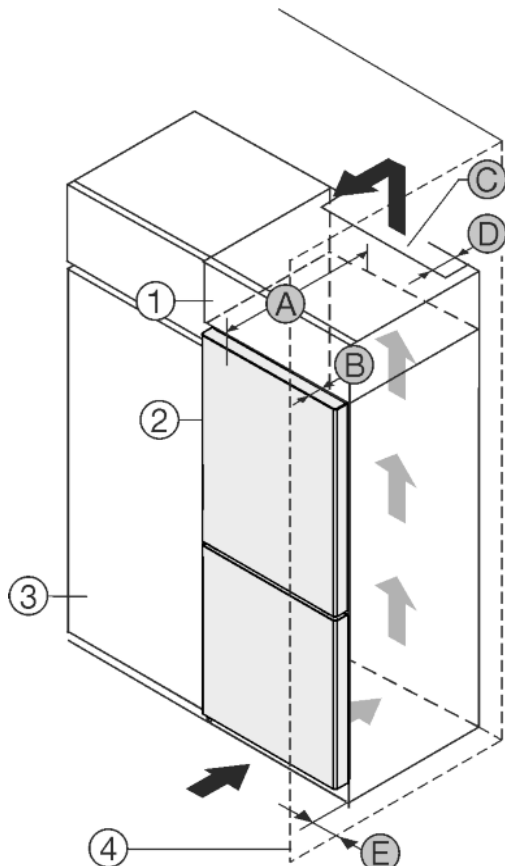

Fig. 1
Amplasați aparatul direct lângă dulapul de bucătărie Fig. 1 (3).*
Amplasați aparatul cu o distanță de 5 cm între aparat și dulapul de bucătărie Fig. 1 (3).*
În partea din spate a dulapului suspendat trebuie să existe o fantă de aerisire cu grosimea Fig. 1 (D) pe toată lățimea dulapului suspendat.*
Sub tavanul încăperii trebuie să fie respectată secțiunea de ventilație Fig. 1 (C).*
Atunci când aparatul este montat cu balamalele lângă un perete Fig. 1 (4), distanța dintre aparat și perete trebuie să fie de minim 40mm. Această valoare corespunde proeminenței mânerului cu ușa deschisă.*
Pentru a putea deschide complet ușa, aparatul trebuie să fie proeminent cu cel puțin adâncimea ușii Fig. 1 (B) față de suprafața frontală a dulapului de bucătărie. În funcție de adâncimea dulapurilor de bucătărie Fig. 1 (3) și utilizarea distanțierelor de perete, aparatul poate ieși mai mult în afară.*
Pentru a putea deschide complet ușa, aparatul trebuie să fie proeminent cu cel puțin adâncimea ușii (B) față de suprafața frontală a dulapului de bucătărie. În funcție de adâncimea dulapurilor de bucătărie Fig. 1 (3) și utilizarea distanțierelor de perete, aparatul poate ieși mai mult în afară.*